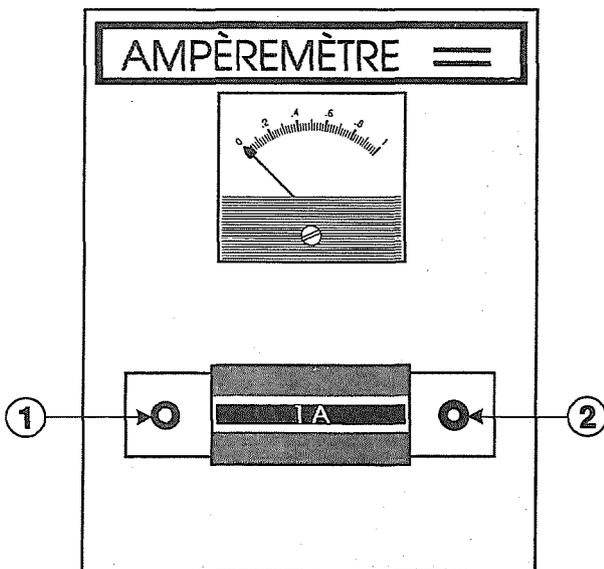
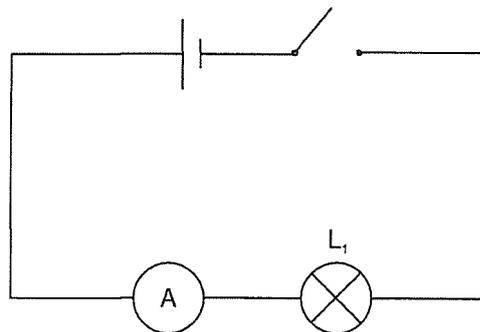

Figure 4.1
Figure 4.2
4.3. Réaliser le circuit de la figure 4.2 en ayant soin de raccorder la borne positive de la pile à la borne rouge de l'ampèremètre (borne 1 de la fig. 4.1).